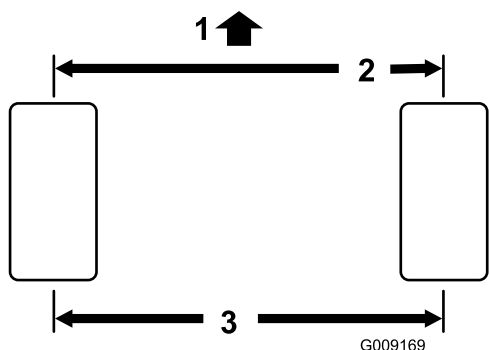

図 55
2. 後輪の前と後ろで、左右のタイヤの中央線間距離を測るアクスルの高さ位置で計測 図 55。